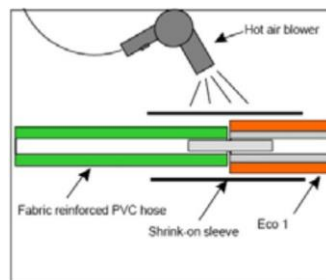

Рис. 3
- Термоусадочная трубка надевается на соединение ПВХ трубки и инъекционного шланга SikaFuko® Eco 1, после чего нагревается горячим воздухом. Трубка обсаживается и плотно фиксирует место соединения. (рис.3)